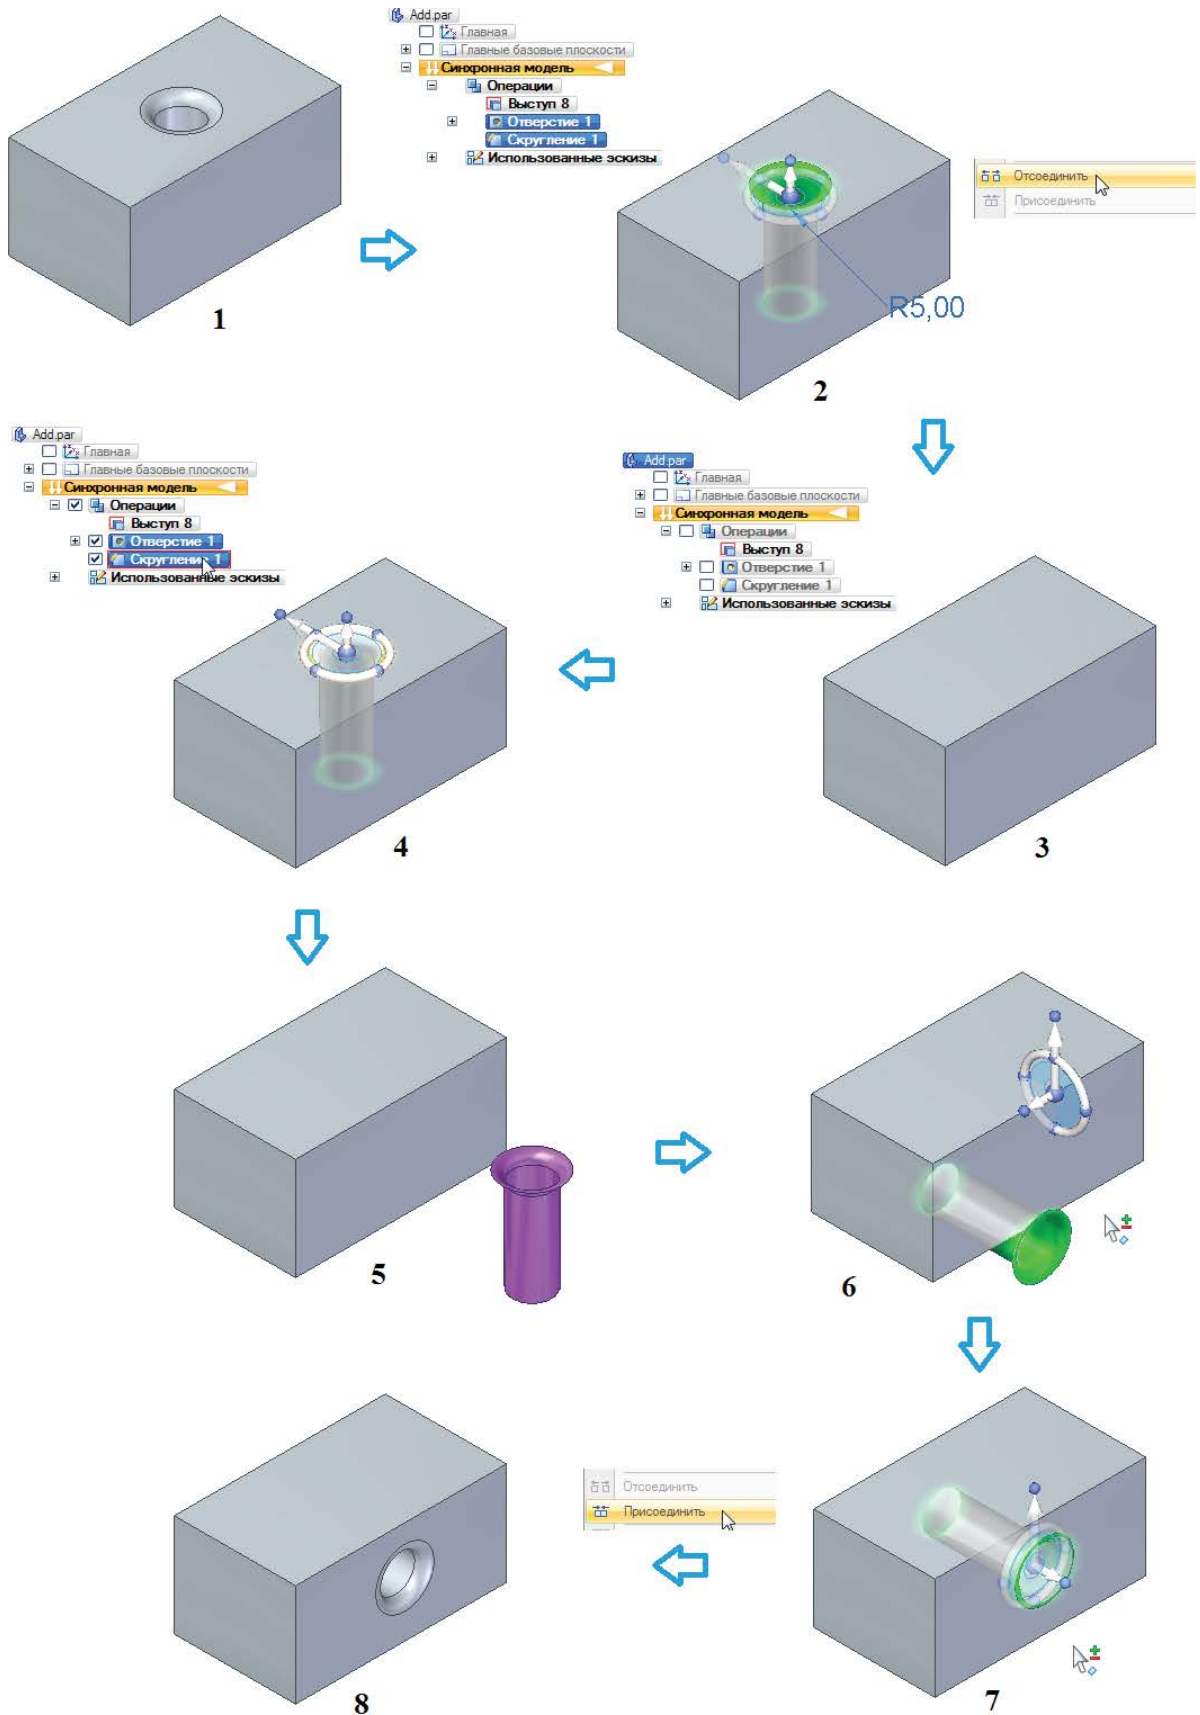

Рис. 2.3.38. Пример отсоединения и последующего присоединения набора граней
На рис. 2.3.38 показан процесс отсоединения набора граней (1), состоящего из отверстия и скругления, с последующим его присоединением к модели с изменением положения и ориентации. После отсоединения (2) набор скрывается (3). Снова включив отсоединенный набор (4), переместим (5), повернем (6) и снова переместим (7) его в новое положение, после чего вновь присоединим (8) к модели.